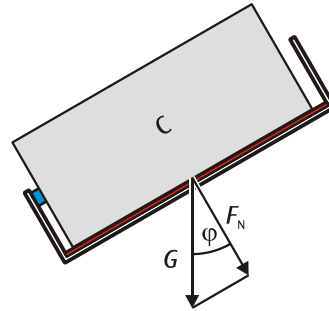

Fig. 3: Messungen bei geneigter Reibungsbahn mit Reibungskörper C
- Reibungskörper C flach darauf legen, so dass die Rollen auf der nach unten geneigten Schmalseite aufliegen (siehe Fig. 3).